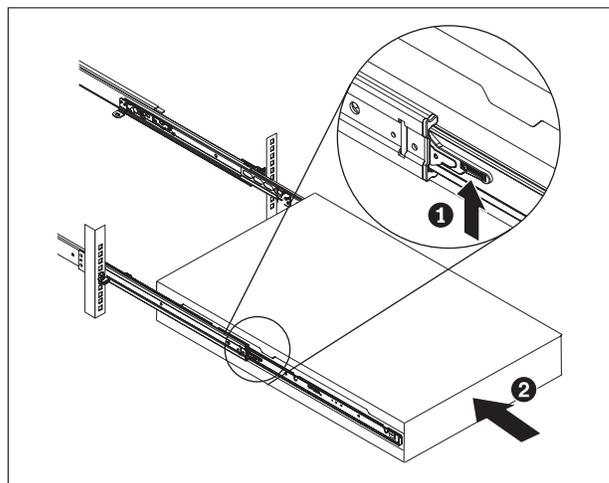

Figura 11. Deslice el dispositivo en el bastidor
6. Deslice el dispositivo en el bastidor, como se muestra en la Figura 11 en la página 19.